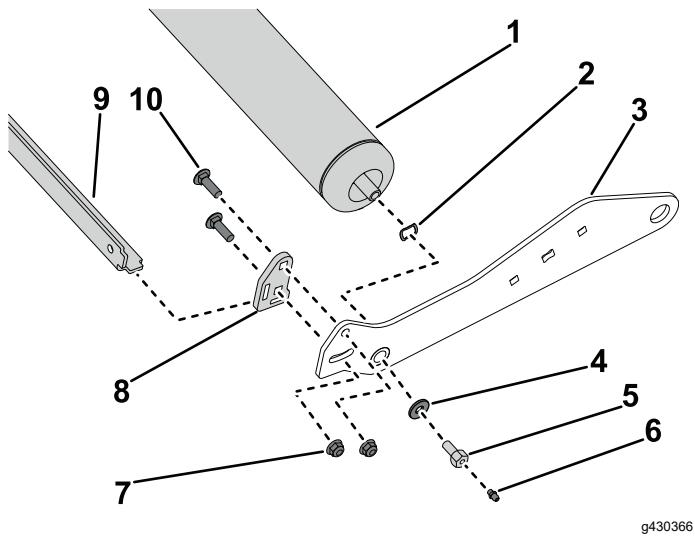

Figure 3
1. Insérez la rondelle élastique à chaque extrémité de l'arbre de rouleau (**Figure 3**).
2. Insérez un bras de rouleau à chaque extrémité de l'arbre de rouleau (**Figure 3**).
3. Fixez le bras de rouleau aux deux arbres de rouleau à l'aide de la rondelle en acier trempé (côté droit uniquement) et de 2 vis d'arbre de rouleau. Enfilez les 2 graisseurs sur les 2 vis d'arbre de rouleau, s'ils n'étaient pas déjà assemblés (**Figure 3**).
4. Insérez les languettes de fixation du racloir de rouleau dans les fentes sur chaque bras de racloir (**Figure 3**).
5. Montez les bras de racloir sur les bras de rouleau (**Figure 3**).
6. Du côté gauche du bras de rouleau, fixez le bras de racloir au bras de rouleau à l'aide de 2 vis de carrosserie ($\frac{3}{8}$ po) et 2 écrous Nylock ($\frac{3}{8}$ po) (**Figure 3**). Répétez la procédure sur le bras de rouleau droit.